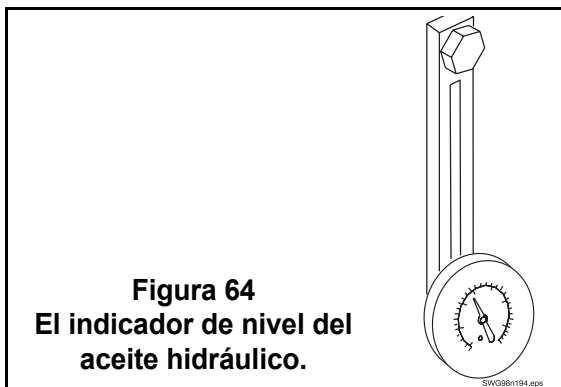

Figura 64
- Compruebe el nivel y el estado del aceite hidráulico (Figura 64). Llene, si es necesario, usando aceite de la misma marca y tipo. Si tiene un carro de filtración para bombear aceite adentro del depósito, úselo. Cambie el aceite con apariencia lechosa, lo que es un signo de contaminación de agua. Trate de determinar el origen del agua, si es posible. Si el aceite se ha vuelto lechoso rápidamente, como de un día al siguiente, simplemente cambiar el aceite no solucionará su problema, y el aceite nuevo podrá verse lechoso al día siguiente. Si necesita ayuda con ideas de cómo buscar la fuente de contaminación de agua, llame al Departamento de Servicio de Schwing al (651) 429-0999.